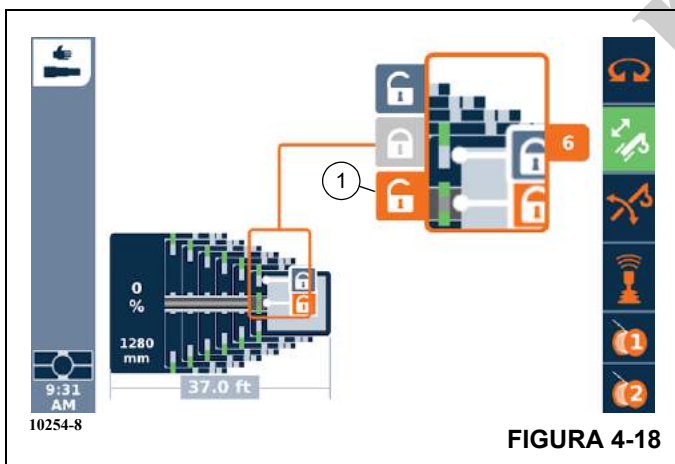

FIGURA 4-18
1. Selecione o símbolo (1, Figura 4-18).